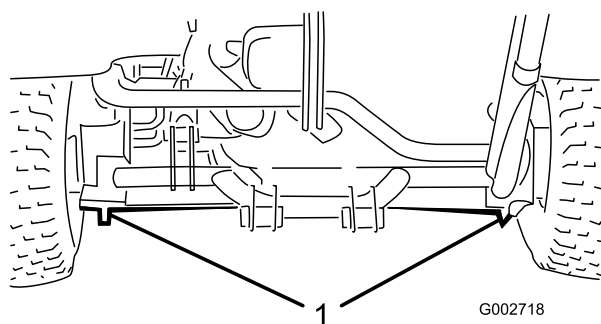

Figura 19
- Lado esquerdo ou direito debaixo do motor de roda traseiro ou da estrutura (Figura 19).